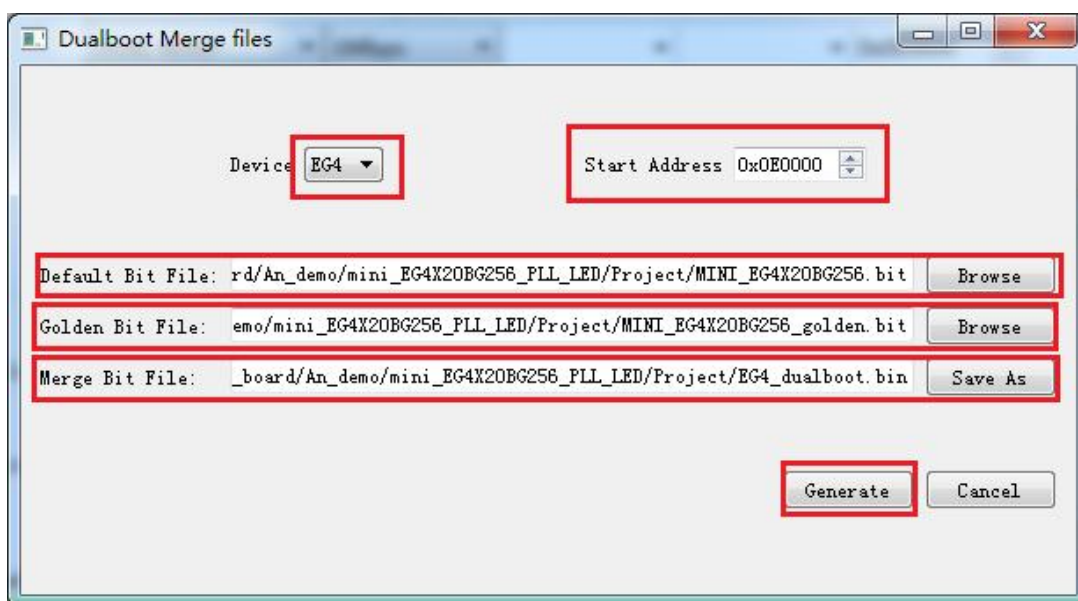

图 4 使用 merge dualboot bit 合成 bin 文件
- 2、Default bit 选择存放的 primary bit 位流，起始地址为 0x000000，Golden bit 选择 golden bit 位流，起始地址用户可以设置，最小值为 0x0E0000。Merge bit file 保存生成 bin 文件的名字和位置。单击 generate，生成所需要的 bin 文件。如图 4 所示。